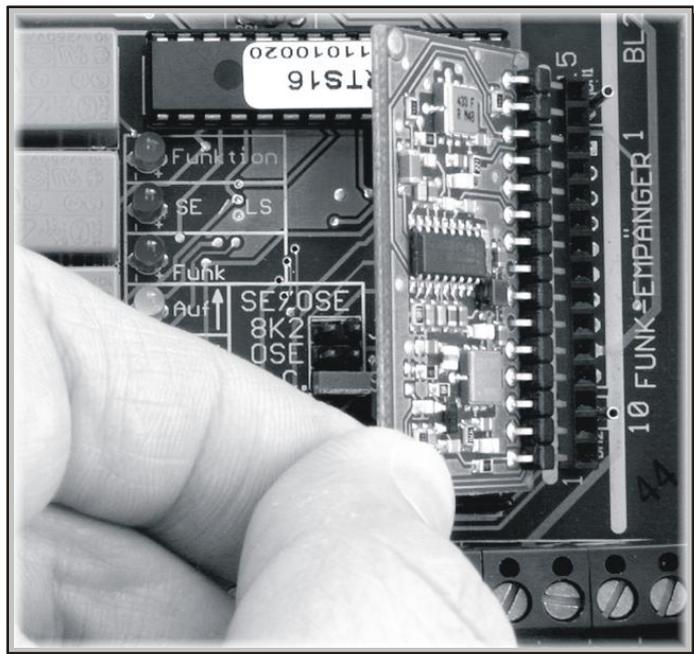

Abb. 9
- Funkmodul mit der gewünschten Frequenz "seitenrichtig" in die Steckfassung "BL 1" einstecken. (Abb. 9)
- Funkmodul vorsichtig aus der Steckfassung "BL 1" ziehen. (Abb. 9)